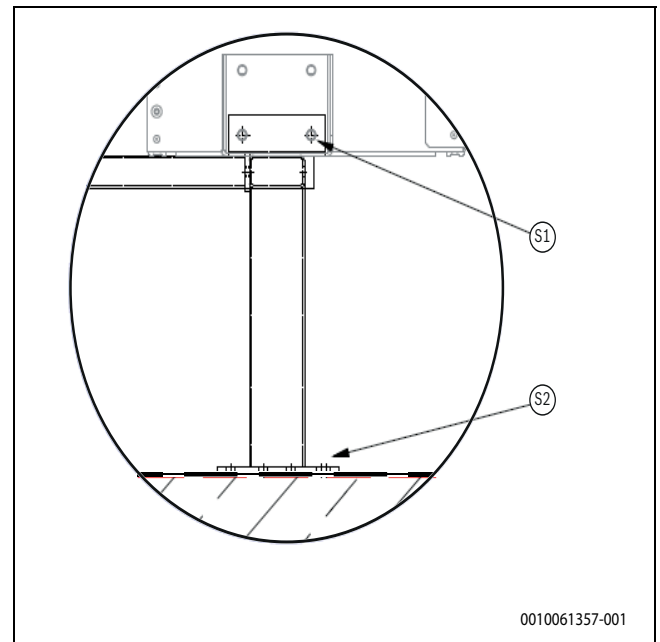

Bild 30 Detail A
A Montagesockel → Bild 30, Seite 21
- A Montagesockel → Bild 30, Seite 21